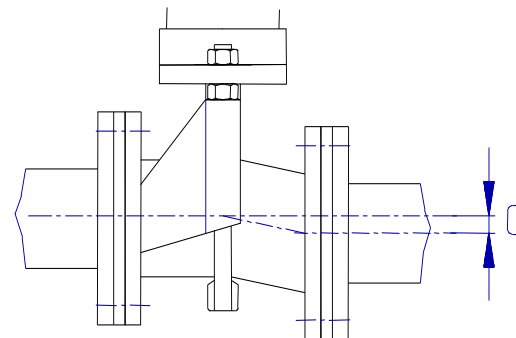

Fig. 6.
Déviations de la conduite centrale de la tuyauterie (C), (Fig. 6) :